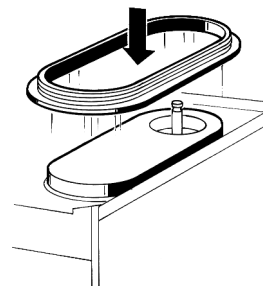

figura 4
- 3 Poner la junta al evaporador, de modo que el borde de mayor ancho se quede en contacto con el plano recoge-gotas (ver figura 4).